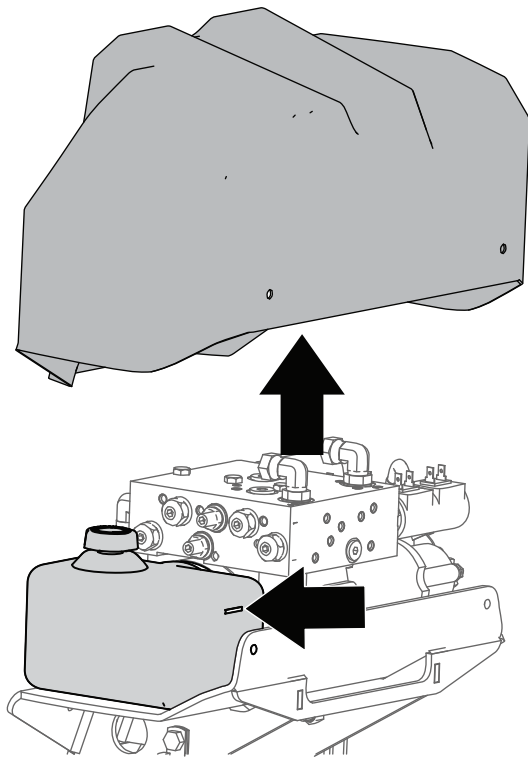

Figura 26
3. Asegúrese de que el fluido llega a la línea de llenado en el costado del depósito (Figura 26). Si no lo hace, añada más fluido hidráulico; consulte Añadir fluido hidráulico \(página 19\).